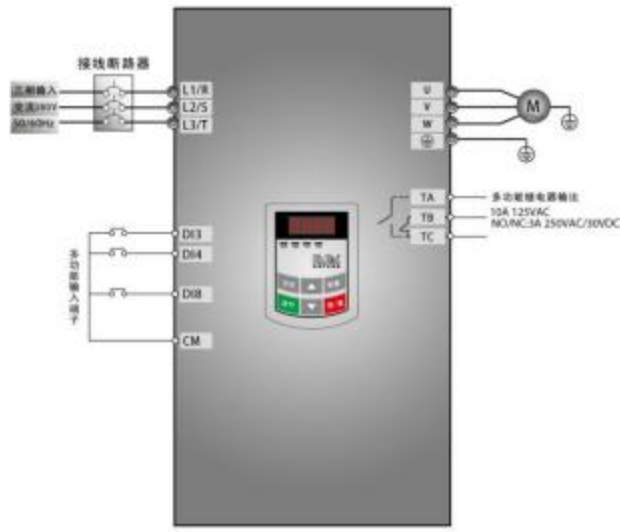

图 5-8 接线图 2
(1) 按图 5-8 配线， 检查接线正确后， 合上空气开关， 变频器上电；